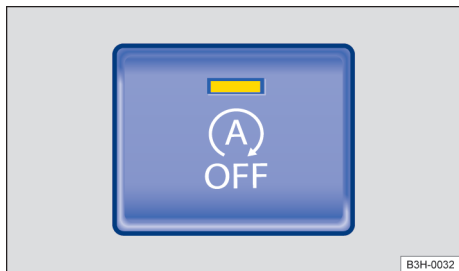

Fig. 130 Na parte inferior do console central: botão do sistema Start-Stop.
- Pressionar o botão  no console central para desativar o sistema manualmente. Com o sistema Start-Stop desativado, a luz de controle se acende no botão → Fig. 130.
- Pressionar mais uma vez o botão  no console central para ativar outra vez manualmente o sistema → Fig. 130.